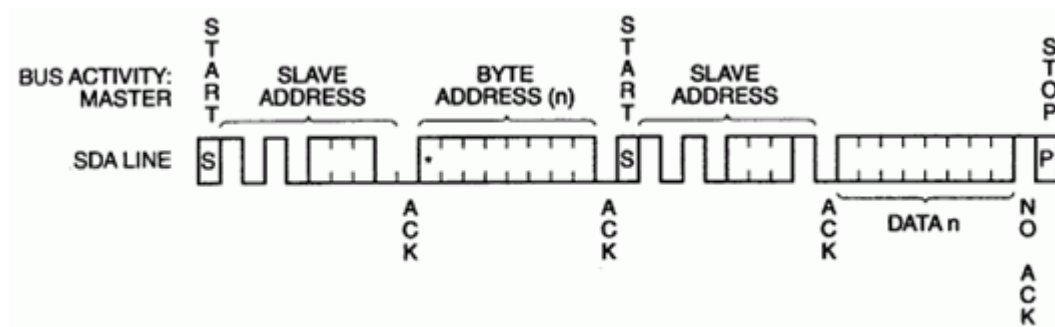

图 9.24 CAT24WC02 随机地址读时序图
3. 从CAT24WC02读回写入的8个数据。读数据的地址也是从CAT24WC02内部地址0开始。CAT24WC02随机地址读的时序图如图 9.24所示。